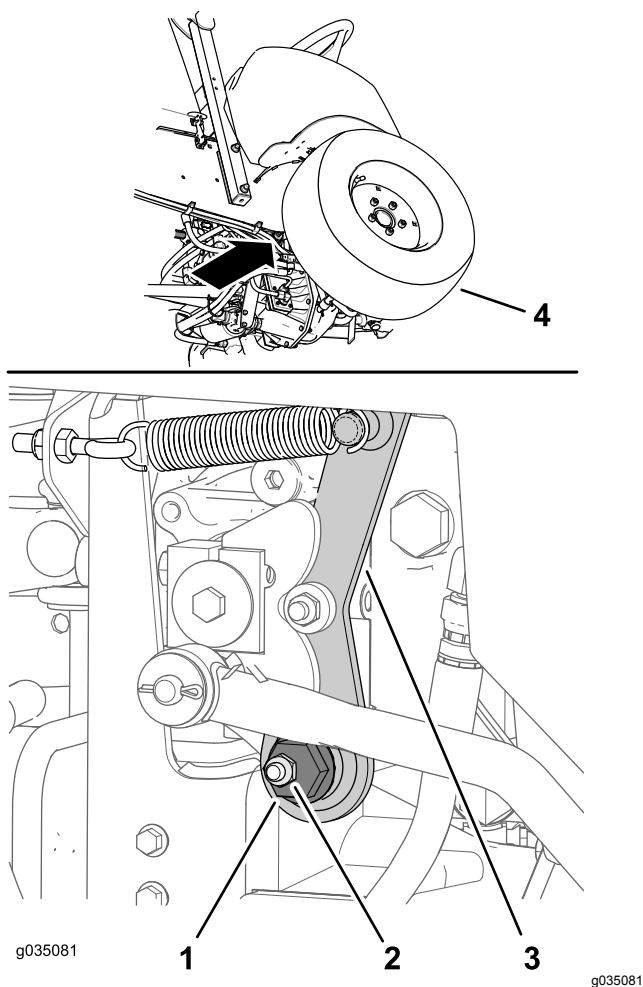

Figura 68
1. Localice la excéntrica hexagonal a la derecha de la bomba hidráulica, debajo de la consola de control (**Figura 68**).
2. Afloje la tuerca de retención hasta que pueda mover la excéntrica hexagonal (Figura 68).
4. Gire la excéntrica hexagonal en sentido antihorario hasta que la rueda delantera empiece a girar hacia adelante, y luego gire la excéntrica hexagonal en sentido horario hasta que la rueda delantera empiece a girar hacia atrás (Figura 68).